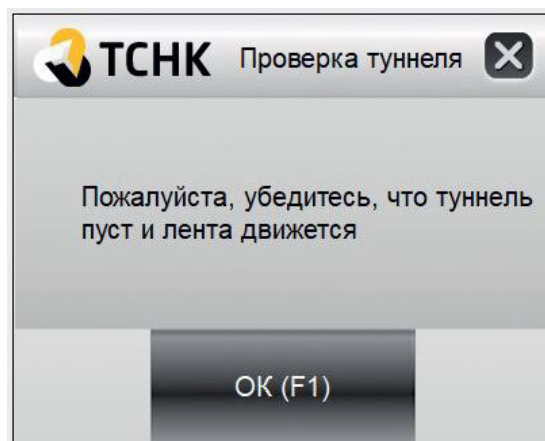

Рис. 11. Информация после ввода пароля.
1.5.8 Если ввод пароля прошел успешно и связь с устройствами установлена, то начнется движение транспортной ленты. На экране появится сообщение (Рис. 11).